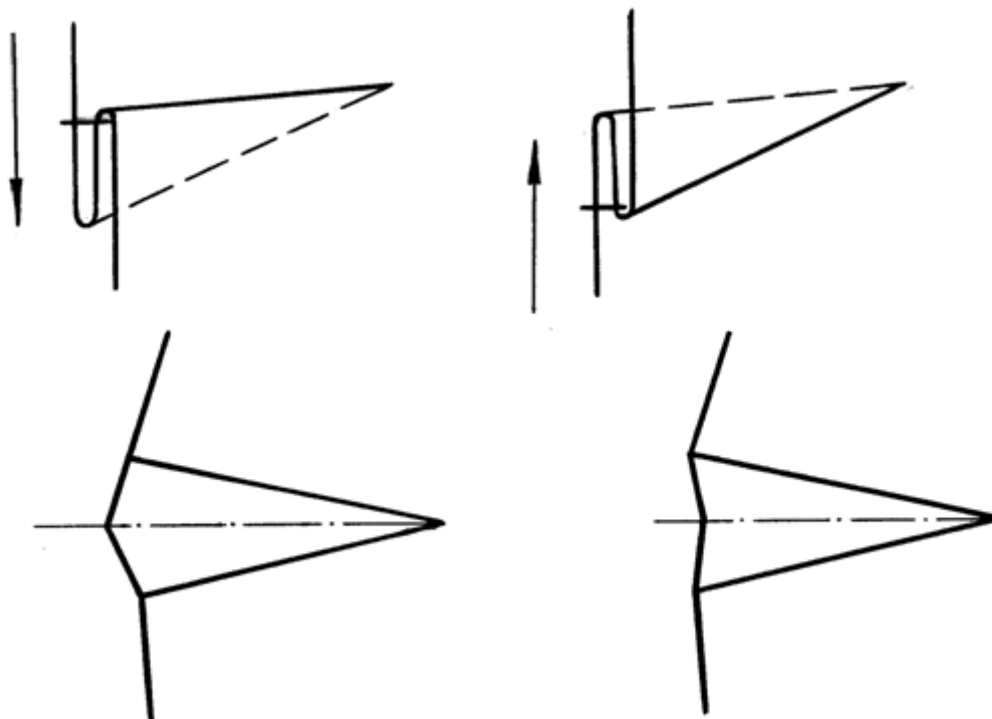

Рисунок 3 – Варианты оформления наружного конца вытачки при различном направлении заутюживания
- наружные срезы вытачки оформляют в зависимости от направления ее заутюживания, так как при стачивании деталей раствор вытачки должен попадать в шов (рисунок 3);